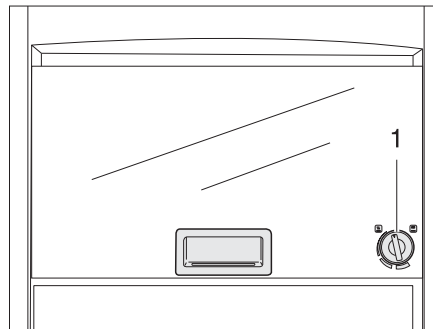

Bild 261 Gasugn (Dometic)
- Tryck lätt på vridregulatorn (Bild 261,1) och vrid den åt vänster till valfritt läge.
- Vrid vridregulatorn (Bild 261,1) till "O". Flammen slocknar.